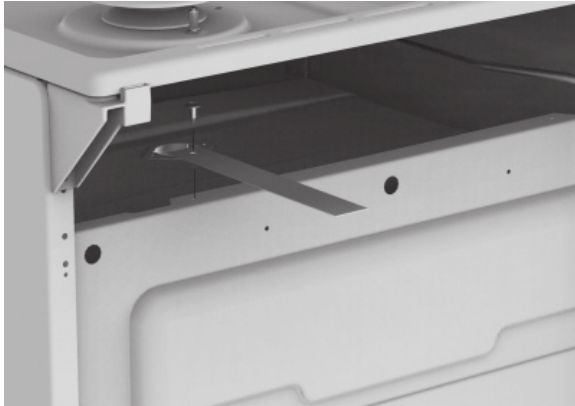

Fig. 10
5. Fije en la cocina la rienda con el tornillo provisto en la bolsa del manual (Fig. 10). Marque en la pared el agujero de fijación para la rienda, retire el artefacto y coloque el tarugo en la pared.